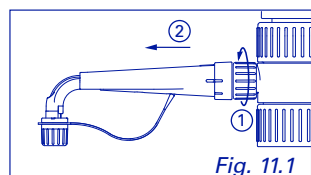

Fig. 11.1
- 1 Ausstossskanüle entfernen (Abb. 11.1 und 12.1)
- 1 Retirer le bec verseur (Fig. 11.1 et 12.1)